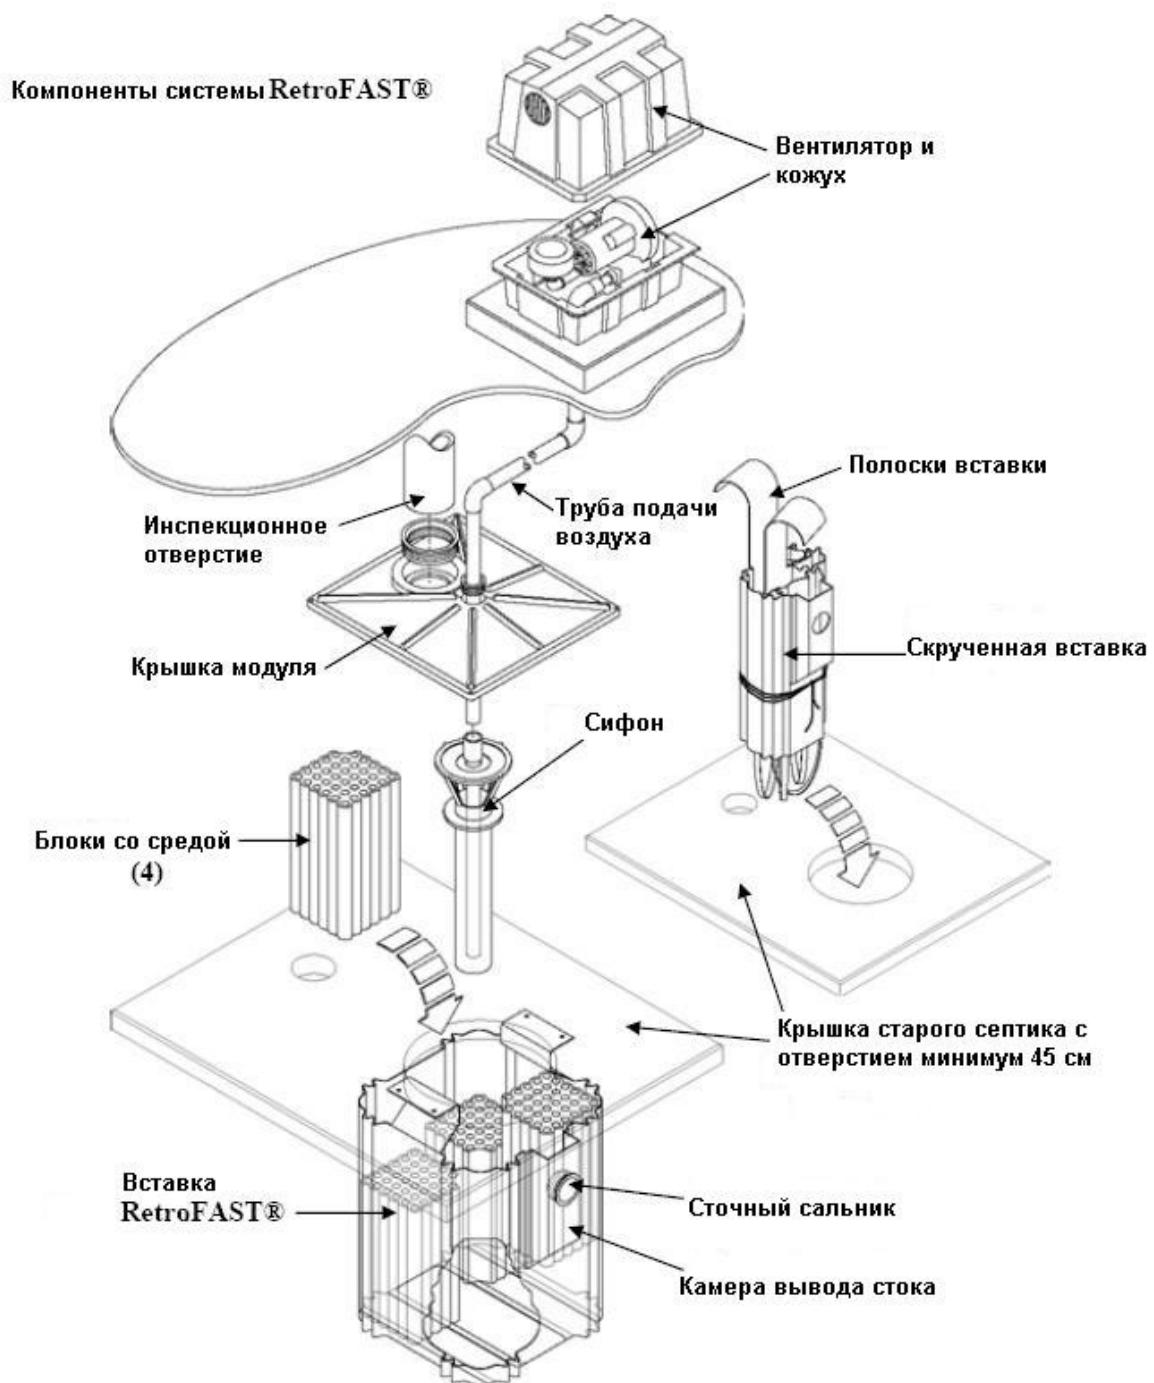

РИСУНОК 1.
1. Вставьте сальник (размер 76 мм) из комплекта поставки в выходное отверстие камеры вывода стока модуля вставки (Удостоверьтесь в том, что все сальники «сели» на место – фланец сальника должен касаться поверхности модуля) (см. РИСУНОК 1).